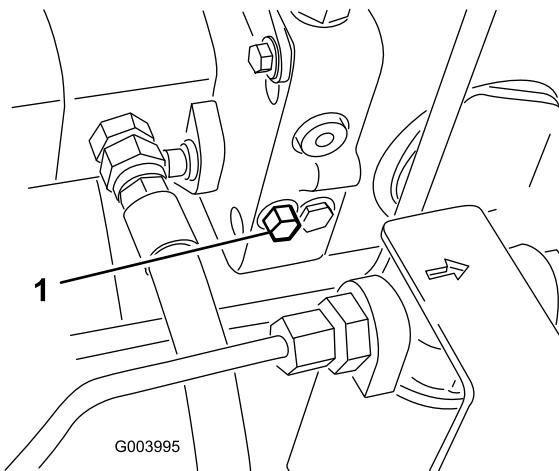

Figura 39
1. La valvola di bypass è situata sul lato sinistro dell'idrostat (Figura 39). Fate ruotare di un giro e mezzo il bullone per aprire e lasciare bypassare l'olio all'interno.